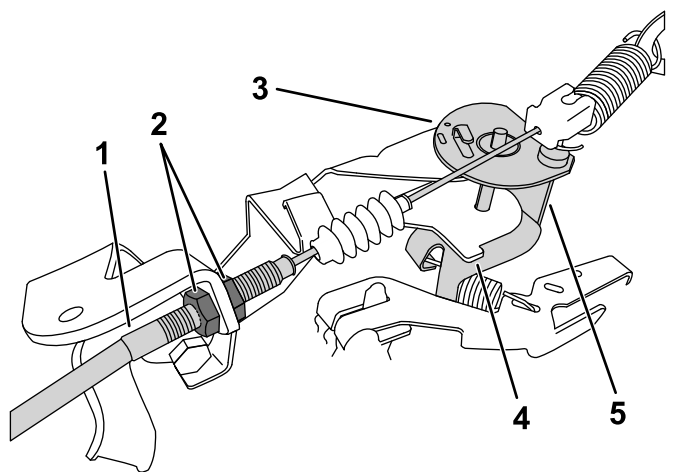

Figura 38
3. Nel cavo dell'acceleratore, allentate il controdado anteriore e serrate il controdado posteriore per aumentare il minimo inferiore (Figura 38).